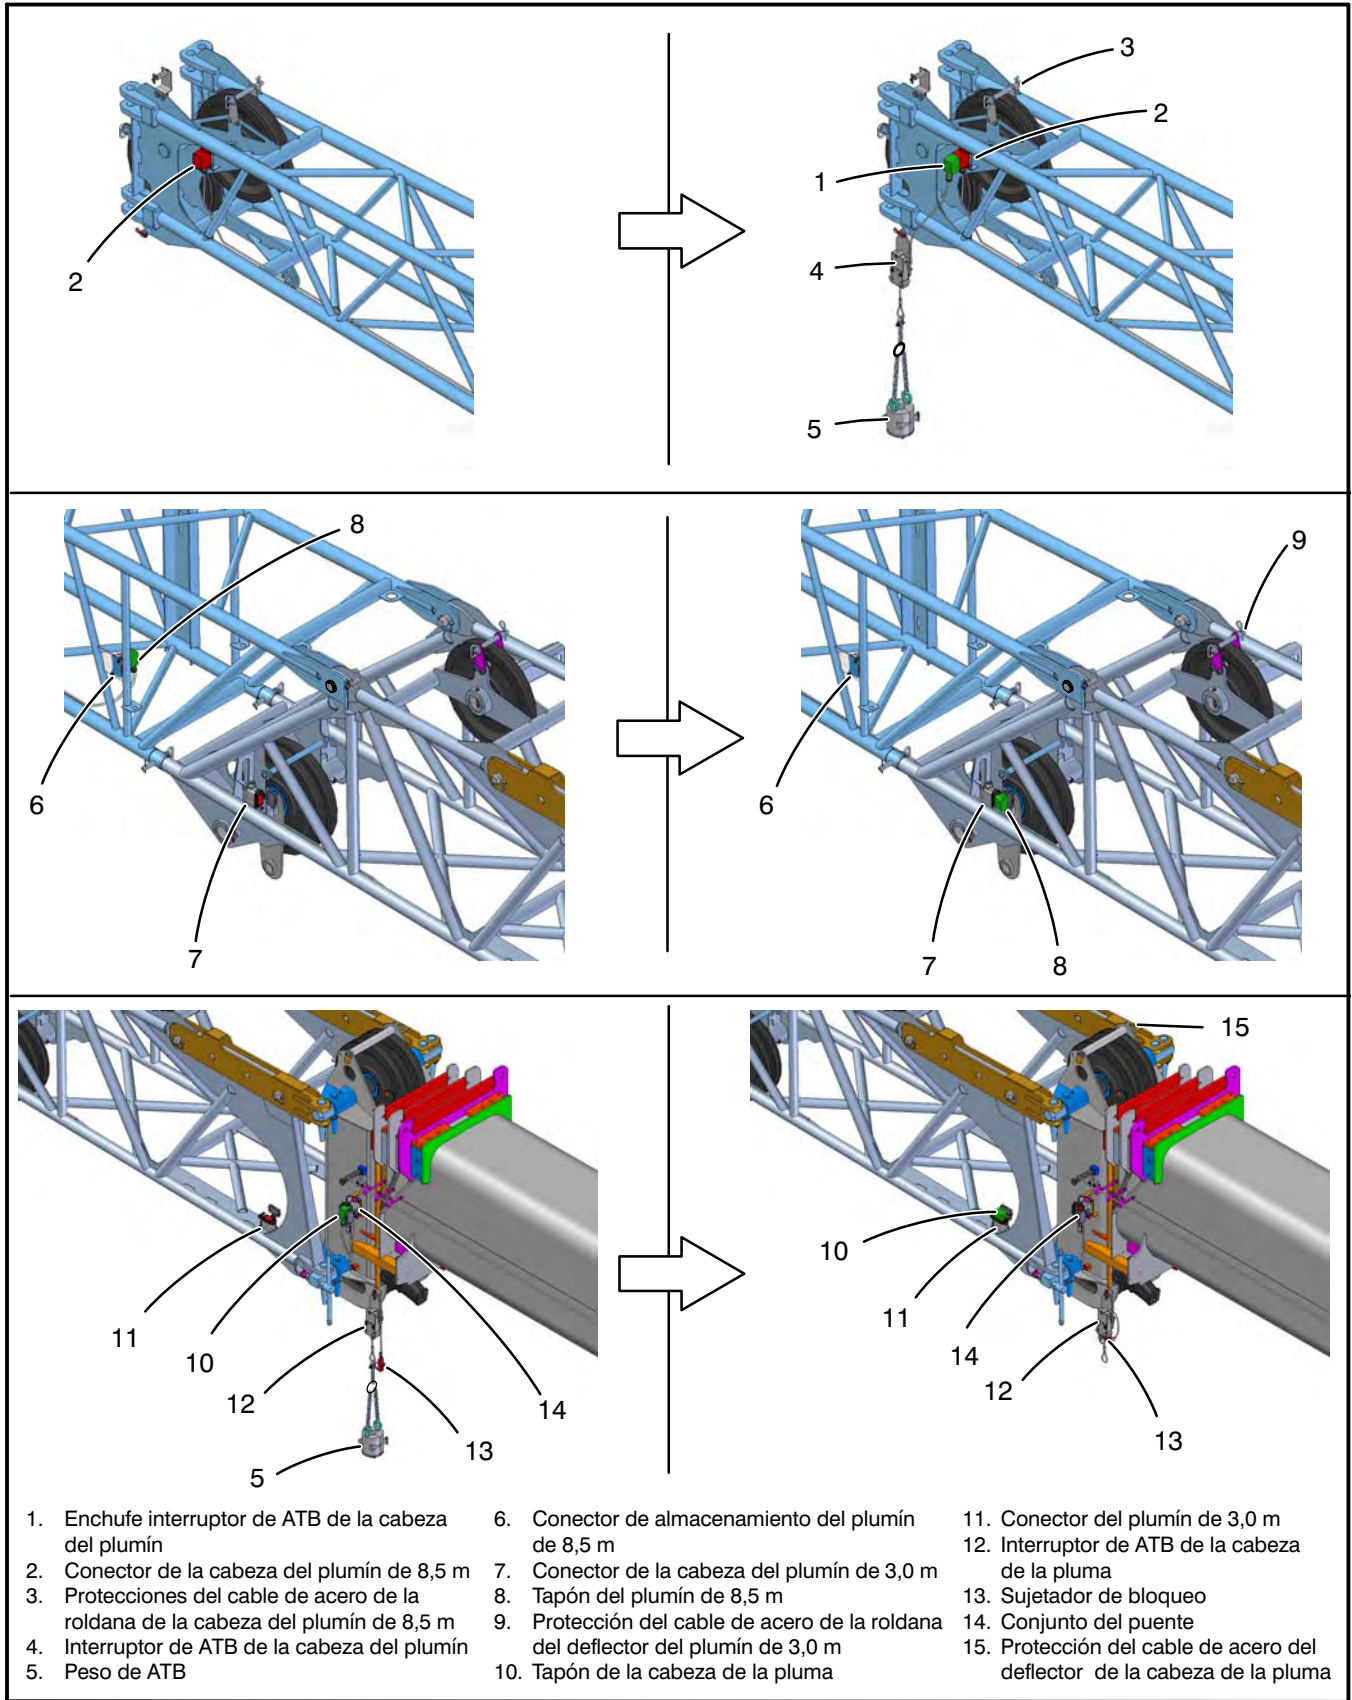

Figura 4–94
15. Retire todas las protecciones del cable de acero de las roldanas de la base del plumín y los deflectores de la cabeza del plumín. Consulte la Figura 4–94. Enhebre el cable de acero de la maquinilla encima de la roldana del deflector de la pluma, luego en la roldana del deflector de la base del plumín.